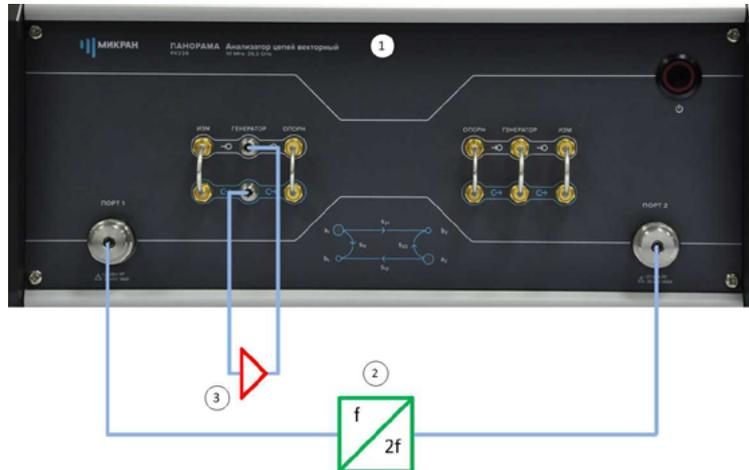

Рис. 10. Измерение с усилением зондирующего сигнала с опцией «ДПА»:
Данная схема не позволяет провести измерение коэффициента отражения ( $S_{11}$ ) от MD701 из-за используемого усилителя. Для проведения корректных измерений SC21,  $S_{11}$  необходимо устанавливать усилитель между портами «Генератор. выход» и «Генератор. вход», как изображено на рис. 10.
Проведение измерения в соответствии со схемой на рис. 10 требует наличия опции «ДПА» для обеспечения прямого доступа к генератору, а так же опции «СЧП» (смещение частоты приемника), так как измеряемое устройство (умножитель) является частотно-преобразующим.
8. После выполнения всех калибровок собираем измерительную схему, изображённую на рис. 10.